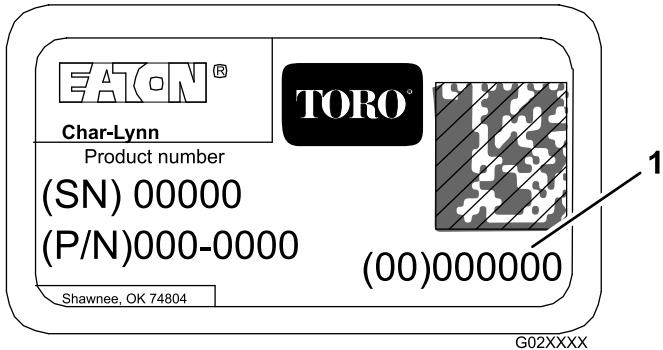

Figura 2
**Nota:** Il codice data in formato giuliano (Figura 2) confermerà se il motore appartiene al lotto in questione. I motori in questione avranno un codice data da 14311 a 19511.
Figura 2 ruote motrici